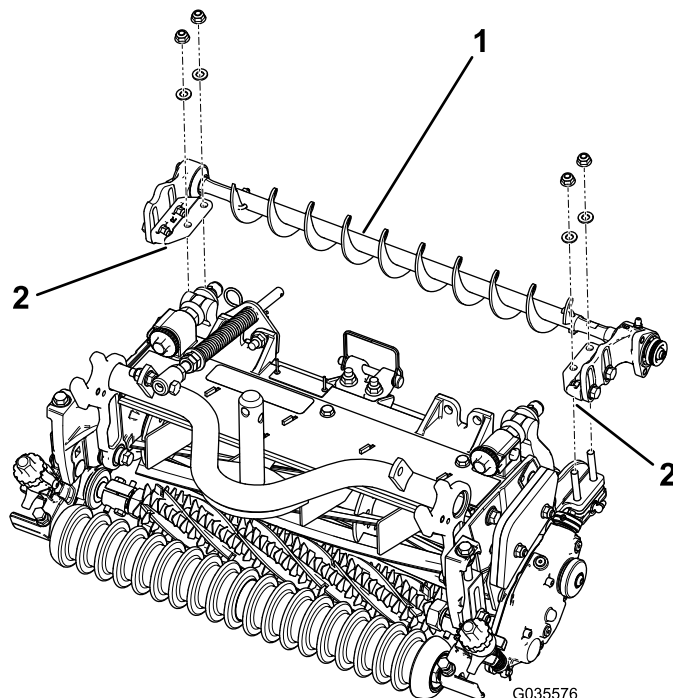

Bild 5
2. Setzen Sie die linke oder rechte Befestigungshalterung der Rollenbürste auf die Schrauben der Rollenhalterung (Bild 5).